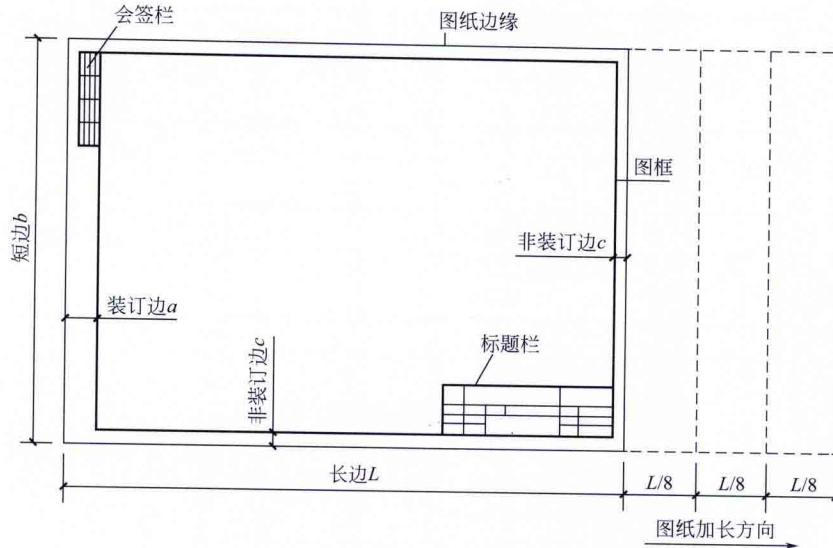
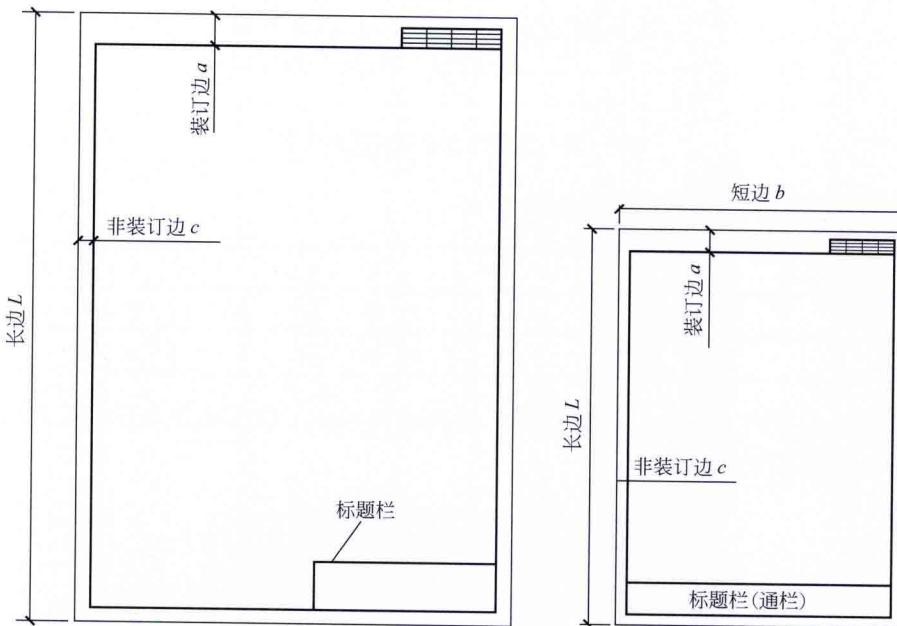

图 1-23 横幅
图 1-24 竖幅
(1) 以短边作垂直边的图纸称为横幅，以短边作为水平边的图纸称为竖幅。一般A0～A3图纸宜为横幅(见图1-23)，但有时由于图纸布局的需要也可以采用竖幅(见图1-24)。
(2) 只有横幅图纸可以加长，而且只能长边加长，短边不可以加长，按照国标规定每次加长的长度是标准图纸边长度的1/8。
(3) 一个工程设计中，每个专业所使用的图纸，一般不宜多于两种幅面，不含目录及表格所采用的A4幅面。